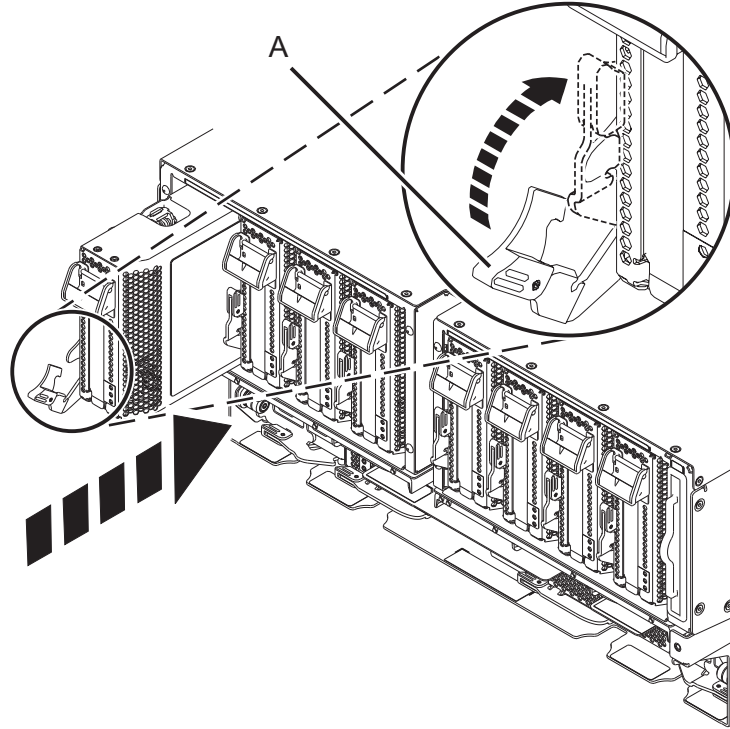

Figure 9. Installation d'une cassette de cartes PCIe dans le système
- a. Avec la poignée de la cassette (**A**) en position d'ouverture, saisissez délicatement la cassette de cartes par ses bords, puis alignez-la avec l'emplacement. Voir figure 9, à la page 9.
- c. Une fois la cassette complètement insérée dans son emplacement, faites tourner la poignée ocre de la cassette (**A**) dans la direction illustrée dans la figure 9, à la page 9, pour bloquer la cassette dans l'emplacement.